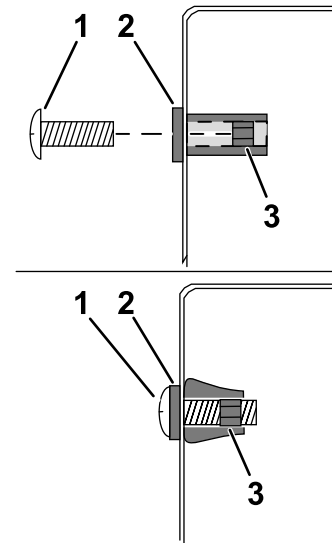
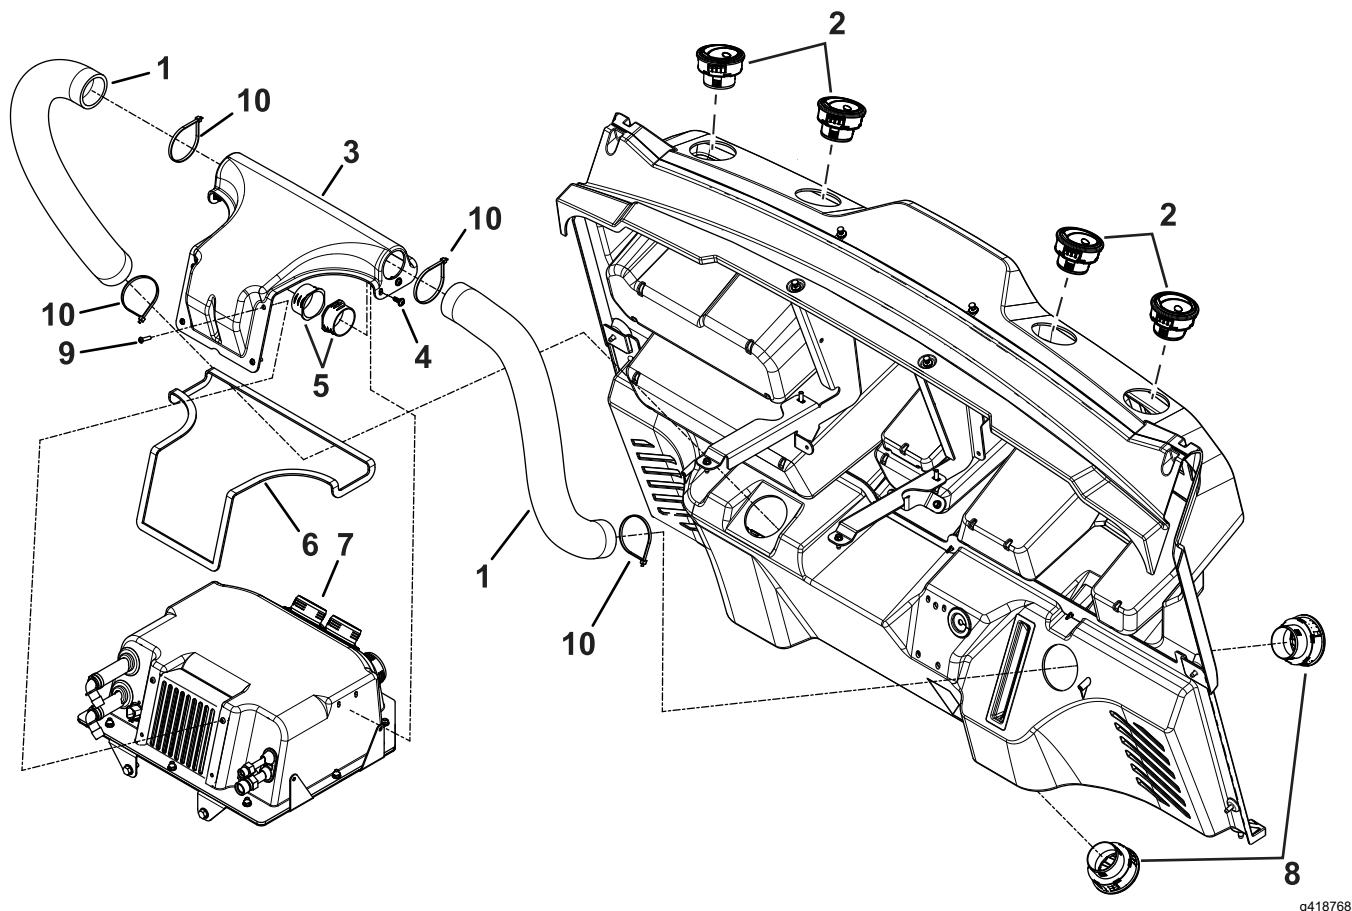
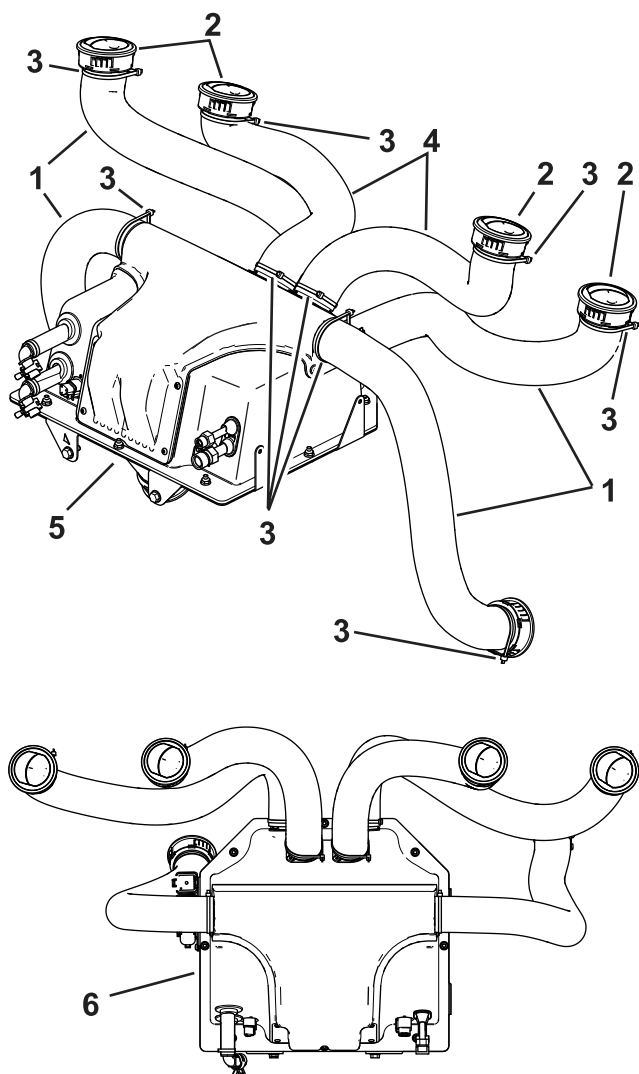

Figura 22
Figura 23
Figura 24
1. Ligue os quatro tubos de ventilação (55 mm x 68,6 cm) e as duas ventilações ajustáveis (55 mm x 45,7 cm) às ventilações não ajustáveis utilizando seis abraçadeiras de cabos grandes como se mostra na Figura 24.
2. Encaminhe os tubos e instale as quatro ventilações ajustáveis nos quatro orifícios superiores; consulte as Figura 23 e Figura 24.
3. Encaminhe os tubos e instale as duas ventilações não ajustáveis nos dois orifícios inferiores; consulte as Figura 23 e Figura 24.
8. Instale os adaptadores de flange na cobertura da entrada de ar (Figura 21 e Figura 23).
9. Instale a tampa de admissão de ar na caixa do sistema AVAC com quatro parafusos de cabeça de tremço (M5 x 22 mm); consulte as Figura 22 e Figura 23.
Nota: Para evitar empurrar as porcas de dilatação de borracha contra a caixa do sistema AVAC, comece por apertar os parafusos com a mão (Figura 22).
10. Instale a tampa de admissão de ar na caixa do sistema AVAC com quatro parafusos autorroscantes (1,46 x 13 mm); consulte a Figura 23.
1. Ligue os quatro tubos de ventilação (55 mm x 68,6 cm) à caixa do sistema AVAC e as duas ventilações ajustáveis (55 mm x 45,7 cm) à tampa de admissão de ar usando seis abraçadeiras de cabos grandes como se mostra na Figura 23 e Figura 24.